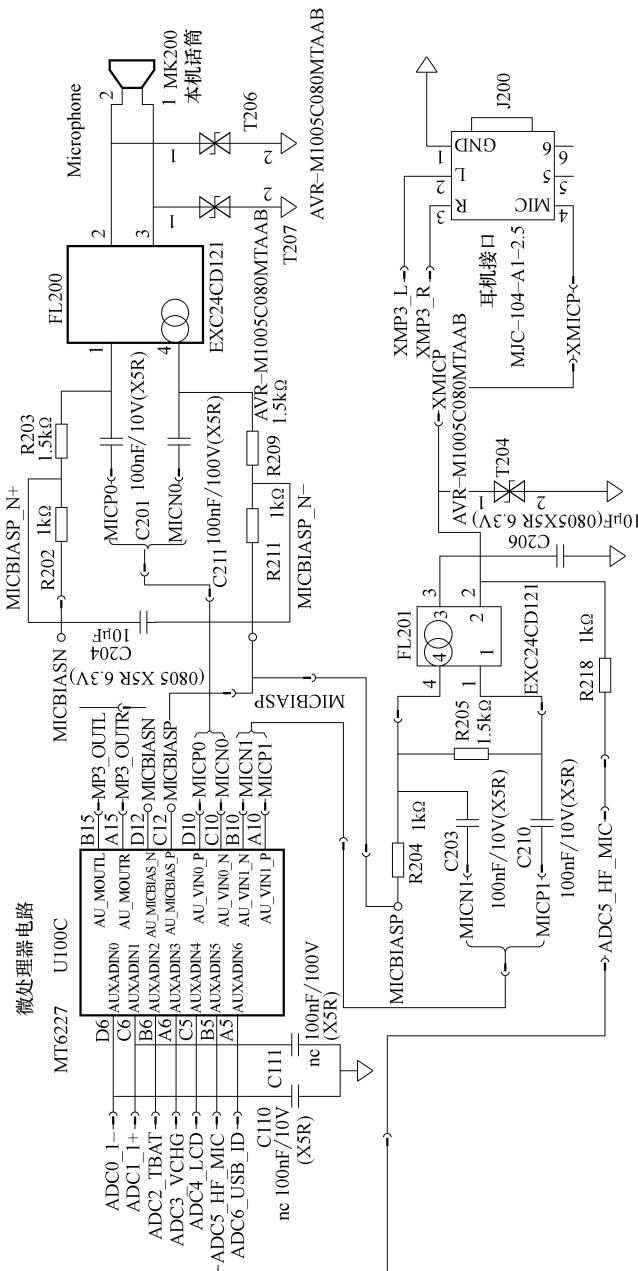

图 4-33 手机送话器电路结构原理图
如图 4-33 所示, 为手机送话器电路结构原理图。
1) 英文符号的含义。下面, 我们对图 4-33 中重要的英文符号的含义作一简要的了解。
2) 电路中的元器件。下面, 我们对图 4-33 中关键的元器件作一简要的了解。
3) 手机送话器电路的工作原理。图 4-33 中，我们可以看到，该电路包括两个部分：本机送话器电路部分和耳机送话器电路部分。下面我们就来具体了解这两部分的工作原理。
① 本机送话器电路原理。手机开机后，CPU 就会输出送话器供电电压（2V）经偏置电阻 R202、R200 到送话器，随时等待接听或者拨打电话。接听电话时，声音信号通过送话器 MK200 将声音信号转变为电信号，送到耦合器 FL200 的 2、3 脚输入，从 1、4 脚输出，通过 C201、C211 耦合到 CPU 的 D10、C10 脚，在内部进行一系列的音频处理。
② 耳机送话器电路原理。手机开机后，CPU 送出一个耳机送话器供电 ADC5_HF_MIC（2V）经偏置电阻 R218 到耳机接口的 4 脚。当我们插上耳机接听电话时，该电压就为耳机送话器供电，送话器得到供电就可以将说话声音转变成电信号，又从 4 脚输出，因此 4 脚既是送话器的供电端，也是送话器信号的输出端。